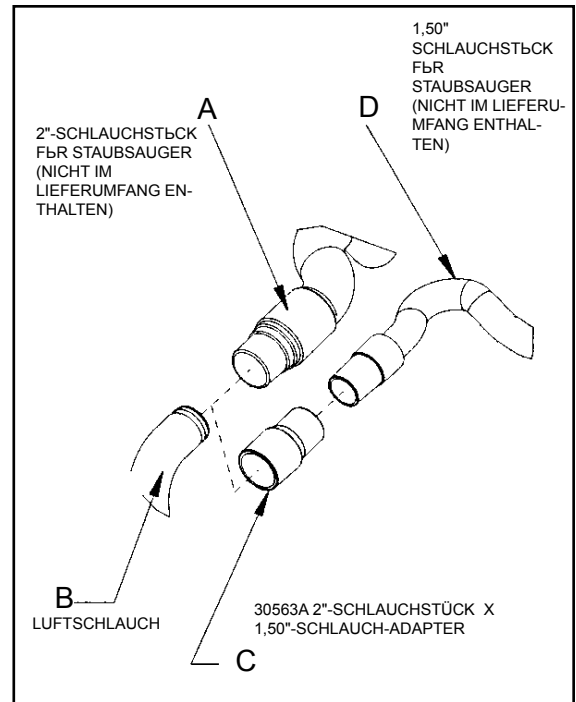

Abbildung 1
1. Das 2"-Schlauchstück (Abbildung 1 A) direkt über das Abluftrohr ziehen (Abbildung 1 B).
1. Den 2" x 1½" Schlauch-Adapter (Teile-Nr. 30563A) (Abbildung 1 C) über das Abluftrohr ziehen (Abbildung 1 B).
2. Das 1½"-Schlauchstück (Abbildung 1 D) in den Adapter stecken (Abbildung 1 C).